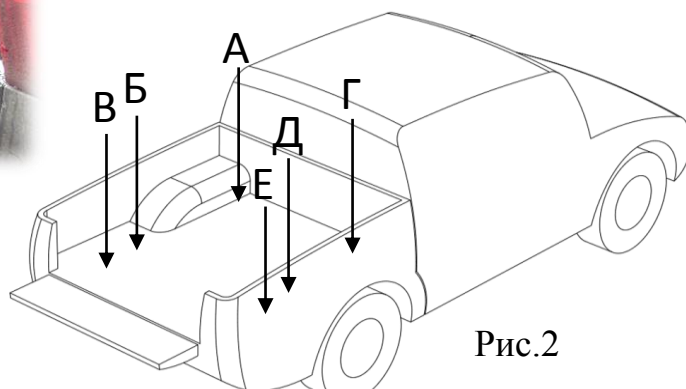

Рис.2
3. Вывернуть штатные болты А, Б и В (2 шт.) из кузова автомобиля (рис.2).
4. Смонтировать на полу грузового отсека левую роликовую направляющую, используя штатные болты в точке А, подложив под кронштейн шайбу М8, болты М8х35 в точках Б и В. (рис.2) **Внимание! Болты не затягивать!**
5. Аналогично левой роликовой направляющей установить правую в места Г, Д и Е (2 шт.). В точке Г под кронштейн подложить шайбу М8 (рис.2). **Внимание! Болты не затягивать!**